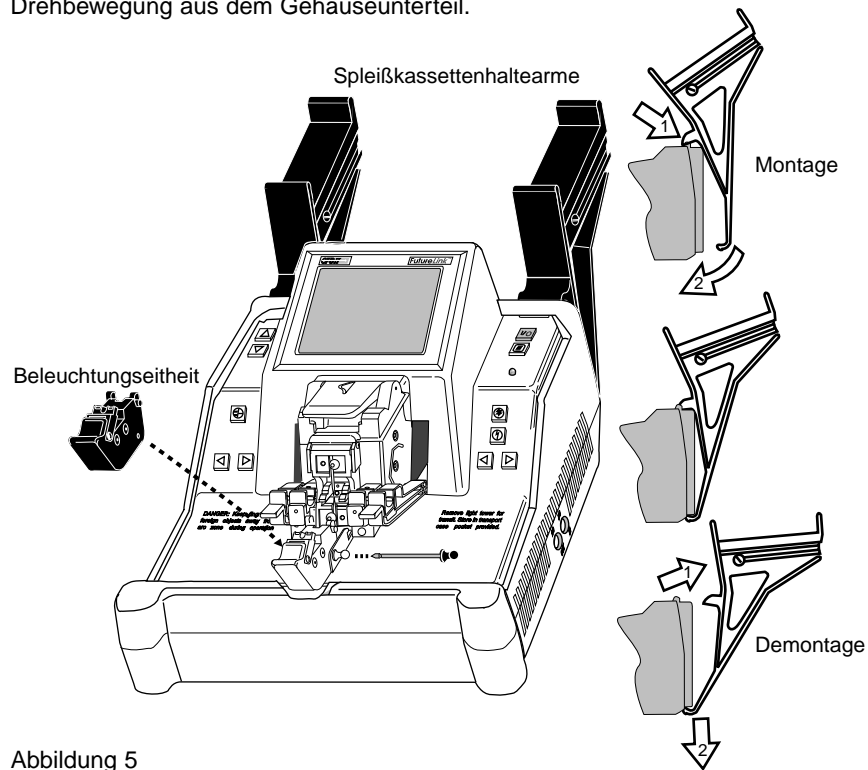

Abbildung 5
3.2 Installieren Sie die Beleuchtungseinheit in geöffneter Position (siehe Abb. 5).
Befestigen Sie die Klammern wie folgt am Gummiunterteil: Setzen Sie zunächst das obere Ende einer Klammer an dem kleinen Vorsprung an der Gehäuserückseite an. Rasten Sie anschließend das untere Klammerende in der kleinen Vertiefung unten an der Gehäuserückseite ein (siehe Abb. 5). Wiederholen Sie diesen Arbeitsschritt für die zweite Klammer.